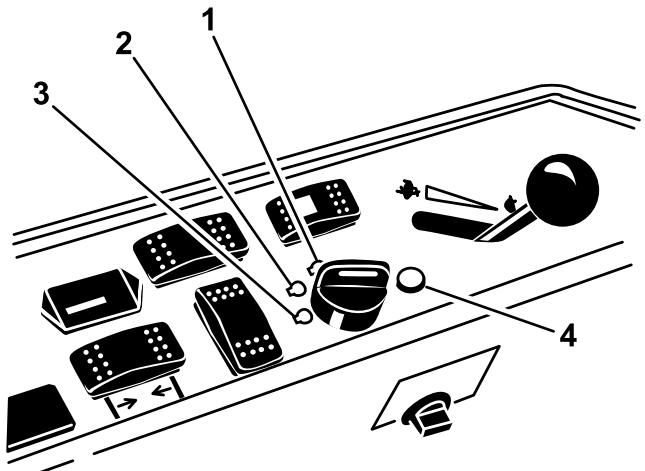

Bild 18
6. Drehen Sie den Zündschlüssel nach rechts in die LAUF-Stellung (Bild 18).
3. Drehen Sie den Schlüssel in die Aus-Stellung (Bild 18). Warten Sie, bis alle sich bewegenden Teile zum Stillstand gekommen sind, bevor Sie die Bedienungsposition verlassen.